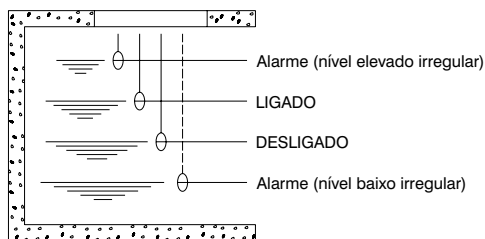

Fig. 16 Operação de uma única unidade
4.4. Conexão do cabo da chave boia (Fig. 16 e 17)